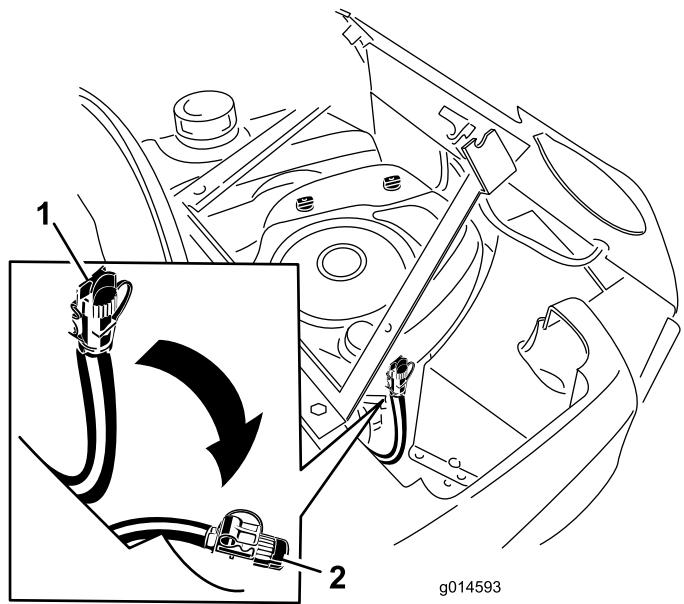

Bild 36
- Schließen Sie den Ablassschlauchclip von der Motorhaube ab und senken den Schlauch ab (Bild 36).
- Stellen Sie ein Auffanggefäß unter den Ablassschlauch. Öffnen Sie den Ölabblassschlauchdeckel, um das Öl abzulassen (Bild 36).
- Wenn das Öl abgelaufen ist, schließen Sie den Schlauchdeckel und schließen Sie den Schlauch an der Motorhaube an (Bild 36).